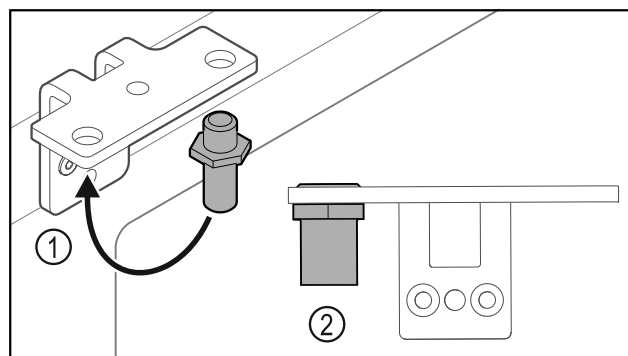

Fig. 25
- ▶ Paigutage polt Fig. 25 (1) šarniirnergikus ümber.
- ▶ Pingutage polt Fig. 25 (2) **pöördemomendiga 12 Nm** kinni.